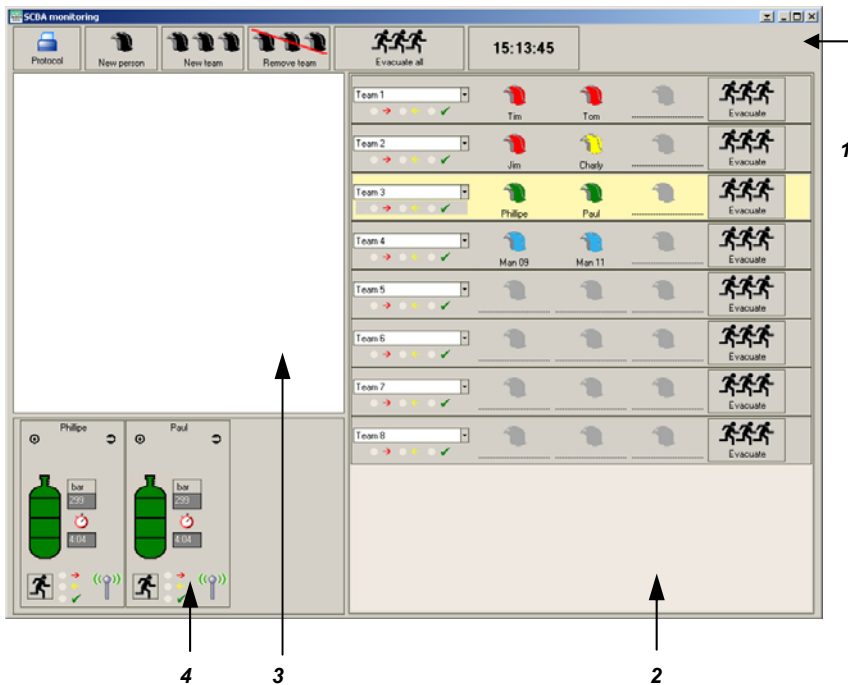

Abb. 14 Benutzeroberfläche Telemetrie-Überwachungssoftware
- Detaillierte Anzeige des Drucks, der Resteinsatzzeit, des Alarms und der Menüleiste (→ Abb. 14).